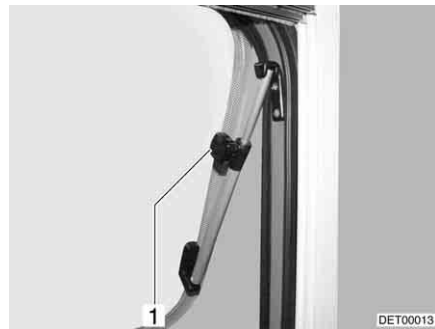

Bild 59 Ausstellfenster mit Dreh-Aussteller
- Das Ausstellfenster bis zur gewünschten Stellung öffnen und mit Rändelknopf (Bild 59, 1) feststellen.
- Rändelknopf (Bild 59, 1) drehen, bis die Arretierung freigegeben wird.